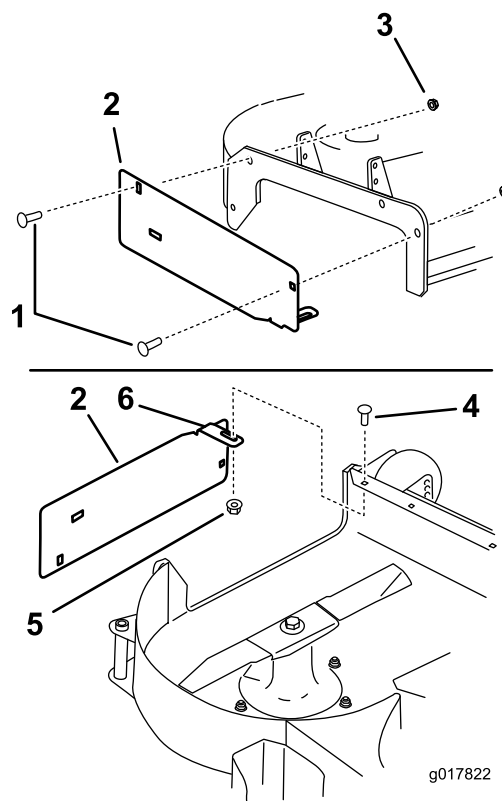

Bild 4
1. Befestigen Sie die Auswurfplatte mit zwei Schlossschrauben (3/8" x 1") und zwei Bundmuttern (kleiner Bund, 3/8") an der Außenseite der Befestigungshalterung, wie in Bild 4 abgebildet.
2. Befestigen Sie die Nase mit einer Schlossschraube (5/16" x 7/8") und einer Bundmutter (5/16") an der Innenseite des Mähwerks, wie in Bild 4 abgebildet.